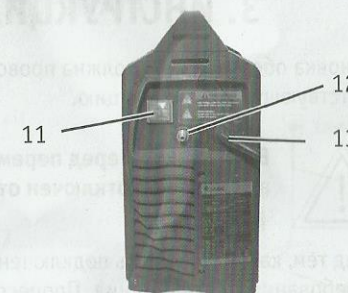

Рис. 1.2
4. Соедините шланг с газовым редуктором баллона и входным штуцером газа на задней панели аппарата (12) (**рис. 1.2**). Для сварки самозащитной порошковой проволокой (FCAW) подключение баллона с газом и редуктора не требуется.